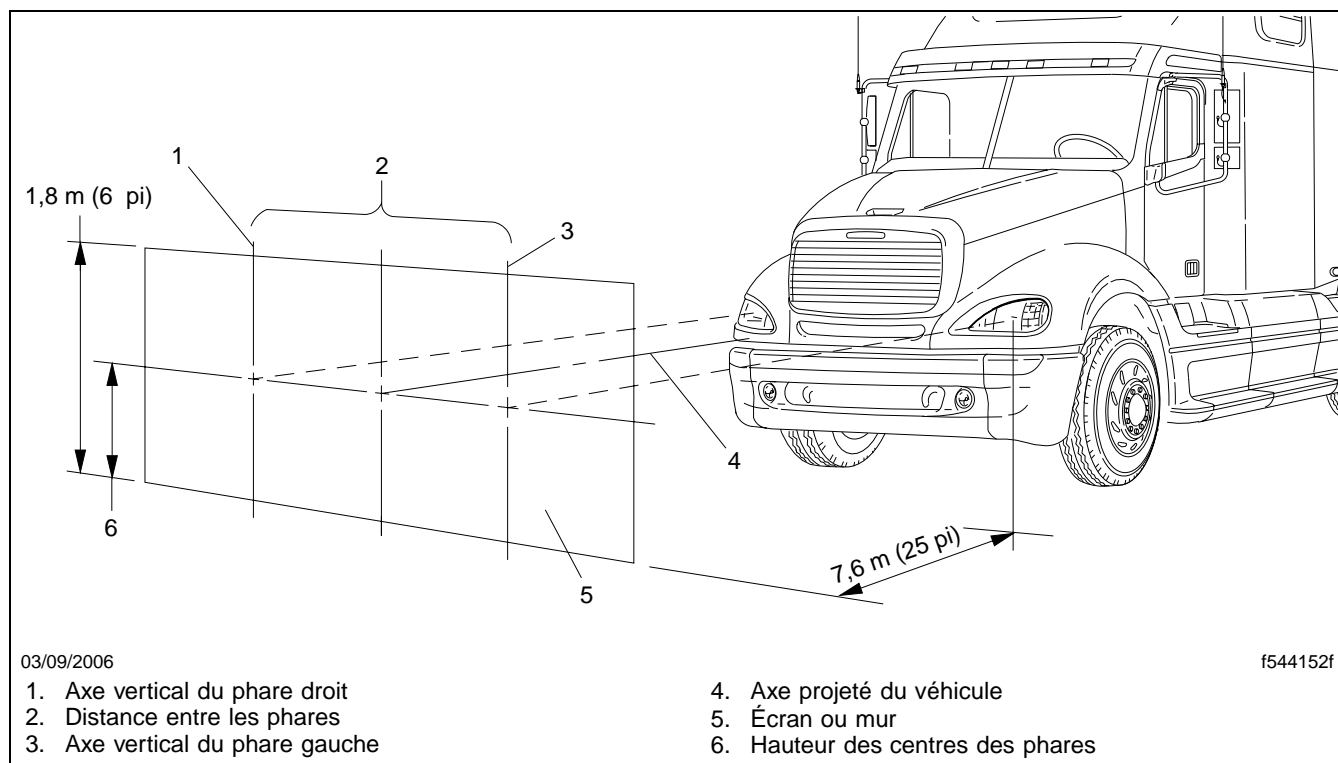

Fig. 14.1, Écran ou mur pour le réglage des phares
1. Stationnez le véhicule sur une surface uniforme, à 7,6 m (25 pi) d'un écran ou d'un mur que vous pourrez utiliser pour effectuer le réglage des phares. Coupez le moteur, serrez le frein de stationnement et calez les roues avant. Voir la **figure 14.1**.